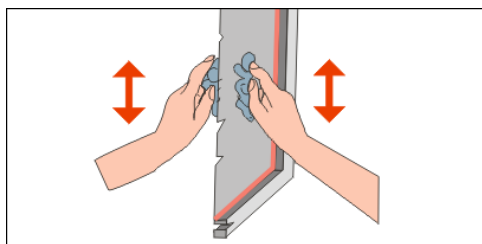

Imagen 175\_01
**3-** Frotar en forma simultánea la malla con una estopa por cada lado, sin forzar demasiado la malla. (Imagen 175\_01)